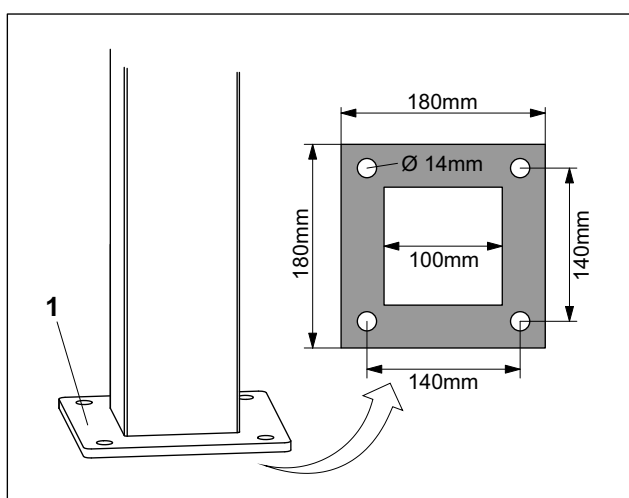

Fig. 2 Piastra di base della colonna
1. Sulla fondazione di calcestruzzo segnare la posizione dei quattro fori mediante la piastra di base (fig. 2/1) della colonna. In alternativa, le quote dei punti in cui praticare fori possono essere desunte dal disegno a fianco.